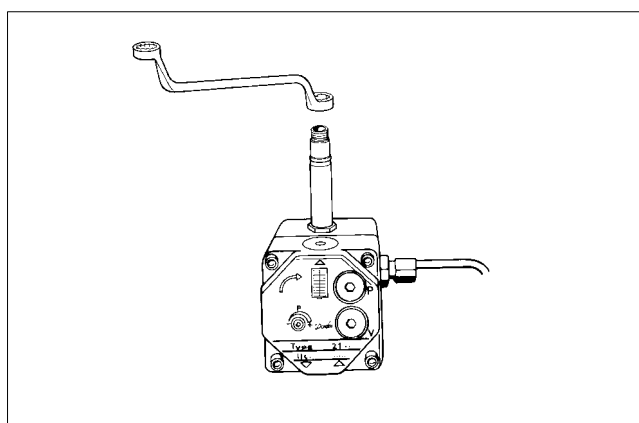

Рис. 2
- Выкрутить магнитный вентиль (гаечным ключом SW10, рис. 2).